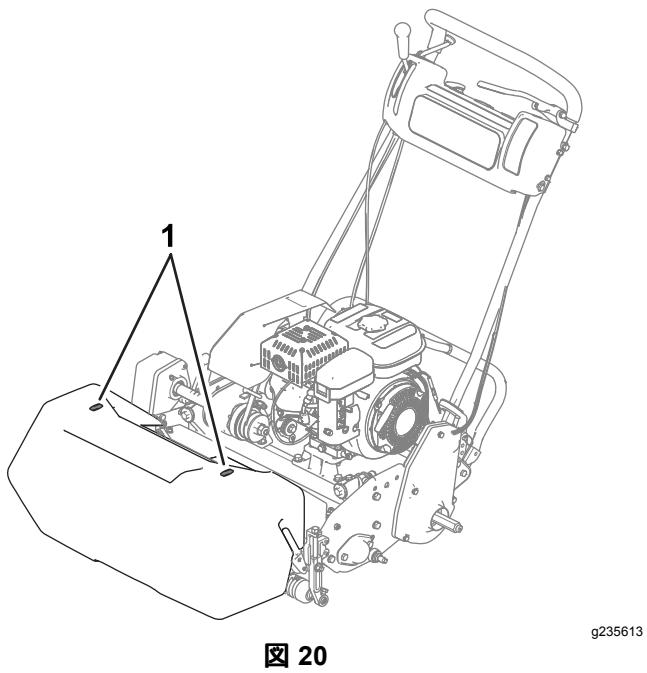

図 20
- ・ 真っ直ぐに刈るコツの一つは、集草バスケットについている線 図 20を目安にして、となりの刈り跡と平行に、常に一定の距離をおいて歩くことです。